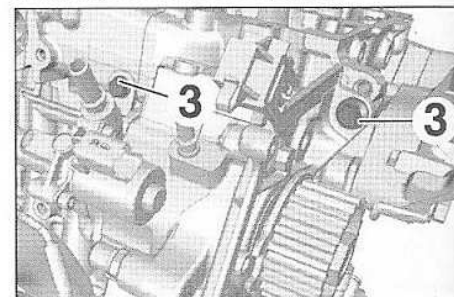

FIG.87
- les vis supérieures (3) des supports avant et arrière de la pompe haute pression (Fig.87),